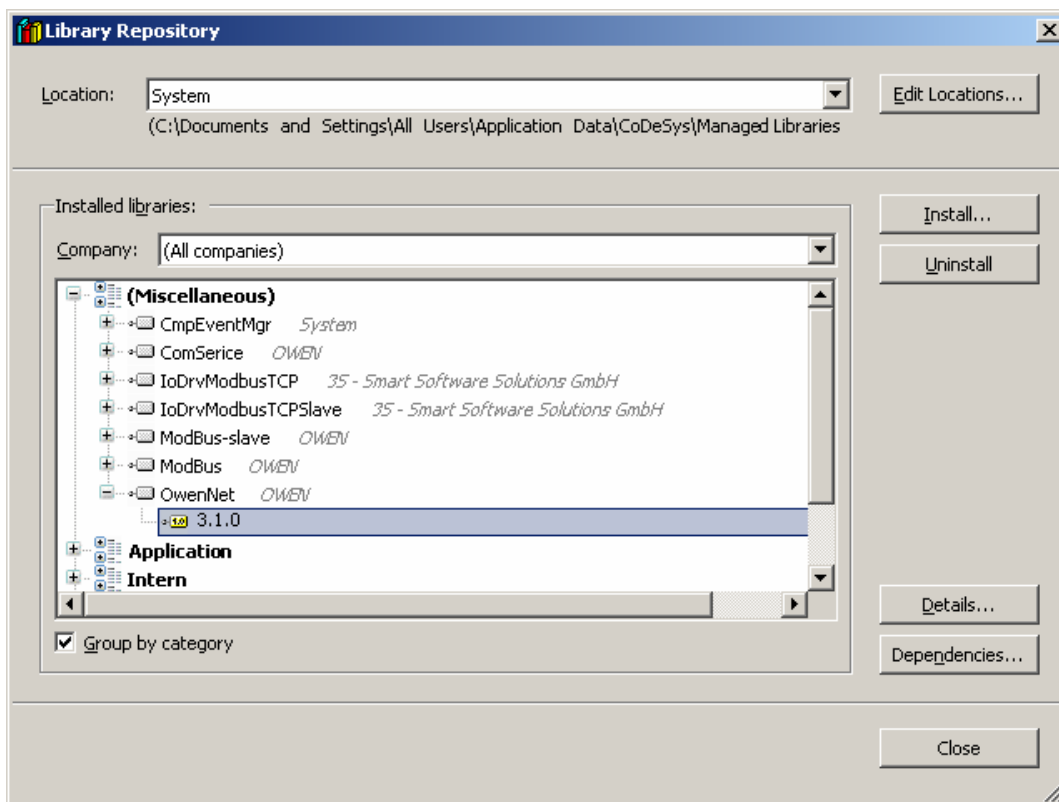

Рисунок 1.3 – Окно Library repository, пример выбора библиотеки.
После закрытия диалога выбора файла открыть раздел Miscellaneous и и проверить, что библиотека добавилась (рисунок 1.3):
- 1) Выделить требуемую библиотеку в списке библиотек (см. рисунок 1.3) и выбрать ссылку «**Remove library**» справа на вкладке или команду Delete контекстного меню (рисунок 1.6):